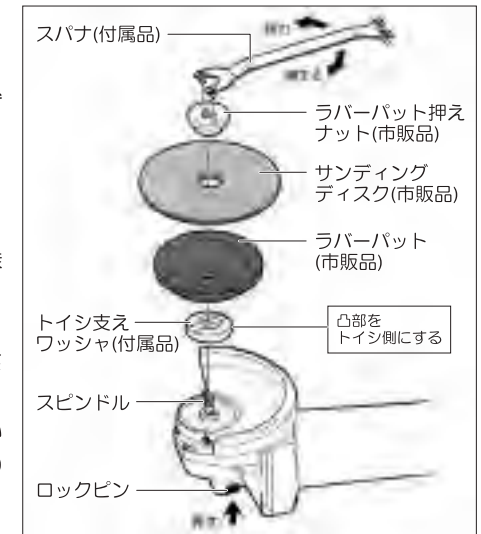

図4
■サンディングディスクの取付け(図4参照)
- ④スピンドル凸(切欠)部に、トイシ支えワッシャの凸(切欠)部を噛合せてください。
- ④ラバーパット(市販品)に、専用押さえナットが付属していますのでご使用ください。
- ④ラバーパットに専用の押さえナットがついていないときは、付属の押さえナット(凸面)を下にしてスピンドルに締めてください。